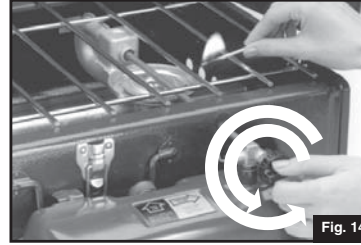

Fig. 14
■ Sostenga un fósforo encendido en el quemador principal antes de abrir la válvula de combustible. Abra rápidamente la válvula de combustible, por lo menos dos vueltas completas. (Fig. 14)